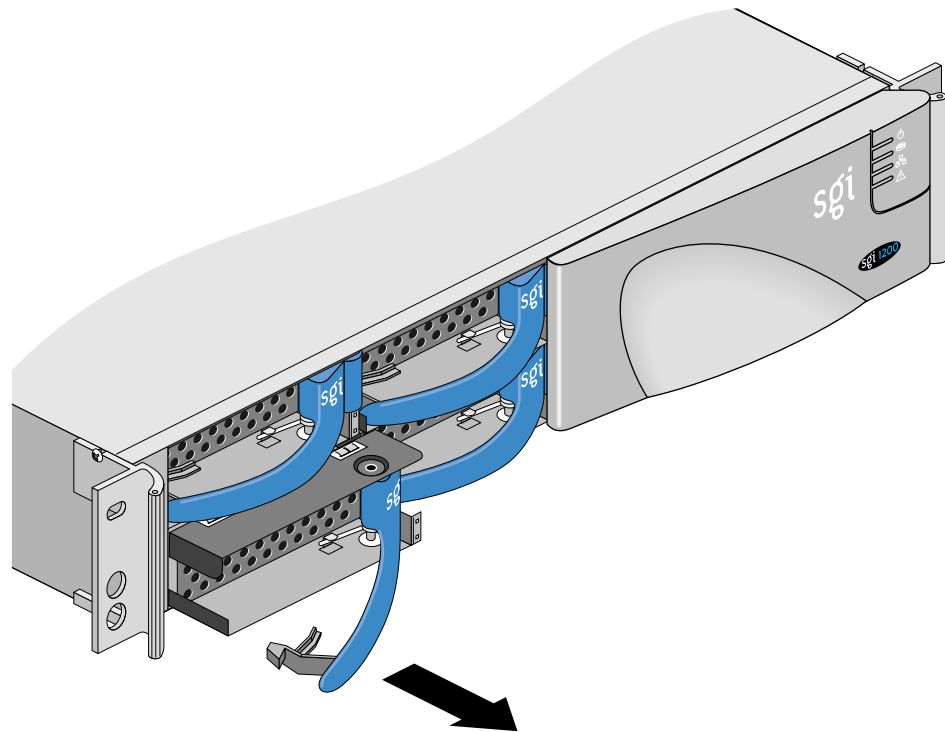

Figura 4-4 Retiro de una unidad de disco duro
3. Deslice la unidad de disco duro hacia fuera; véase la Figura 4-4.